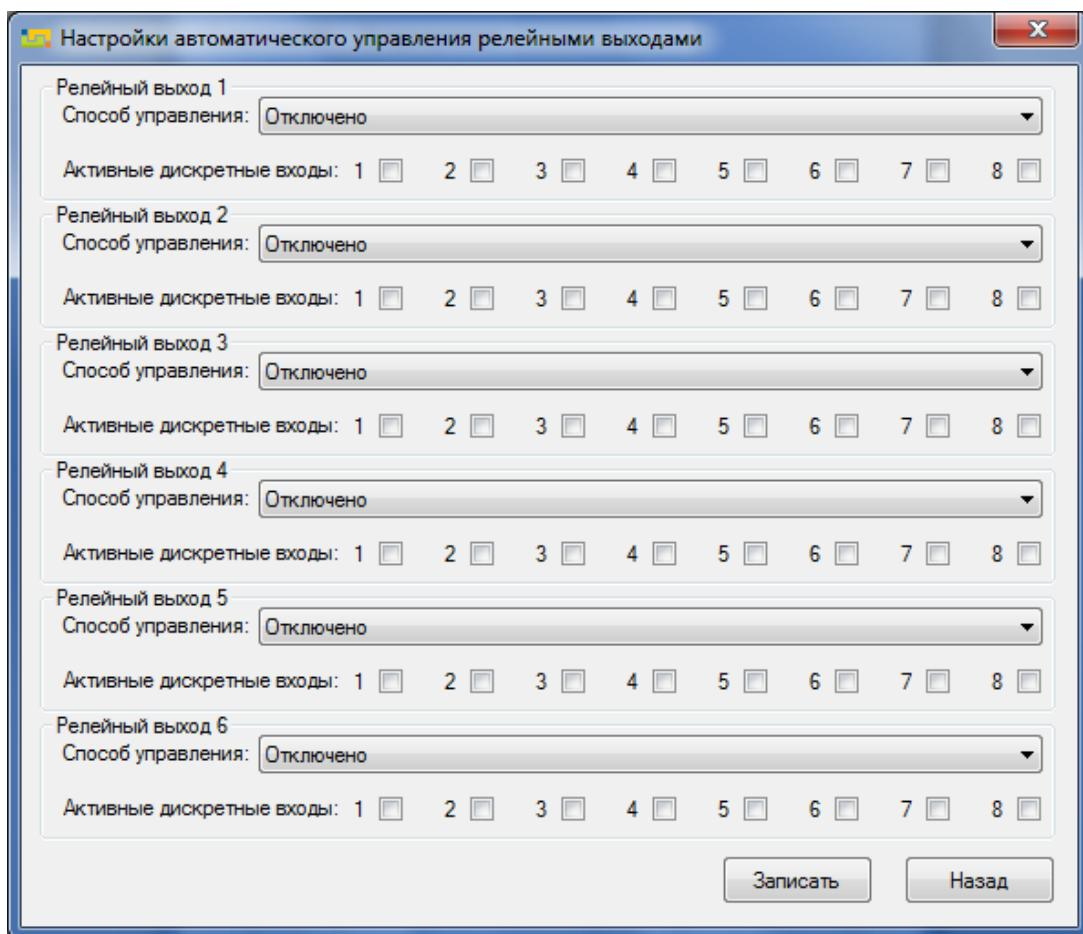

Рисунок 4 – Внешний вид окна настройки автономного управления релейными выходами ПО 35D_config.exe
- в открывшемся окне (см. рисунок 4) выберите способ управления и активные дискретные входы для каждого их релейных выходов: